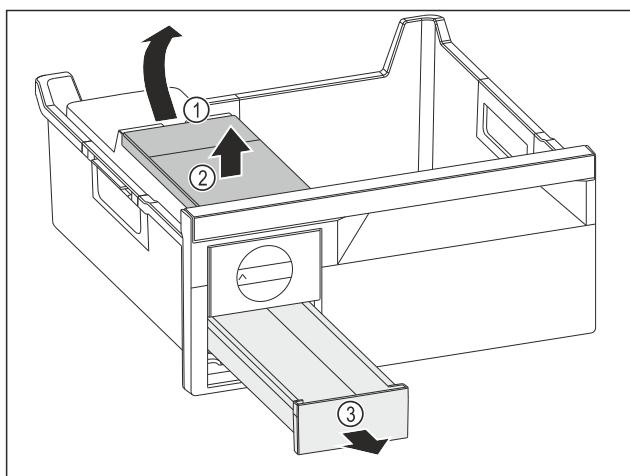

Fig. 81
- Vađenje spremnika za vodu: Podignite spremnik za vodu na otvoru Fig. 81 (1).
- Izvadite spremnik za vodu Fig. 81 (2) prema gore.
- Izvadite ladicu Fig. 81 (3) prema naprijed.